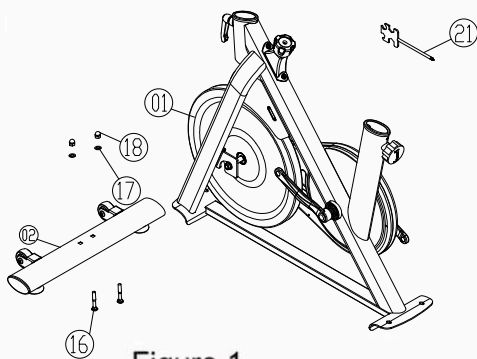

Figure 1
1. Fixer l'assemblage du cadre principal (pièce 01) à l'assemblage du tube de pied avant (pièce 02) à l'aide de deux boulons à tête bombée M8×55 (pièce 16), de deux rondelles plates (Φ20×Φ8.5×1.5t, pièce 17) et de deux embouts plastiques hauts (pièce 18), conformément à la Figure 1.